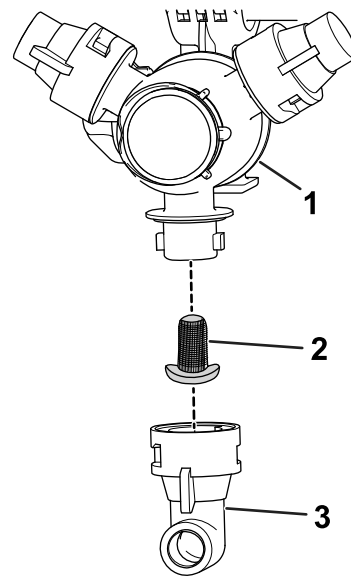

Bild 104
2. Nehmen Sie die Düse vom Sprühdrehkreuz ab (Bild 104).
3. Entfernen Sie den alten Düsenfilter (Bild 104).
4. Setzen Sie den neuen Düsenfilter ein (Bild 104).
5. Setzen Sie die Düse auf das Sprühdrehkreuz auf (Bild 104).